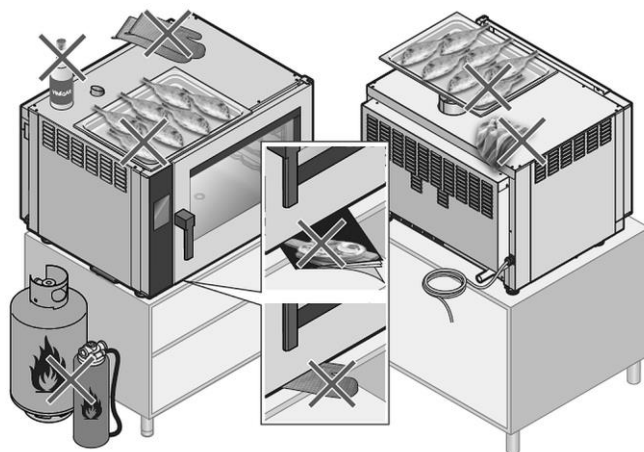

Fig. 17
- Ne jamais déposer de bacs GN / plaques de cuisson, de récipients froids/chauds ni tout autre objet sur l'appareil, même s'il est éteint (fig. 17).